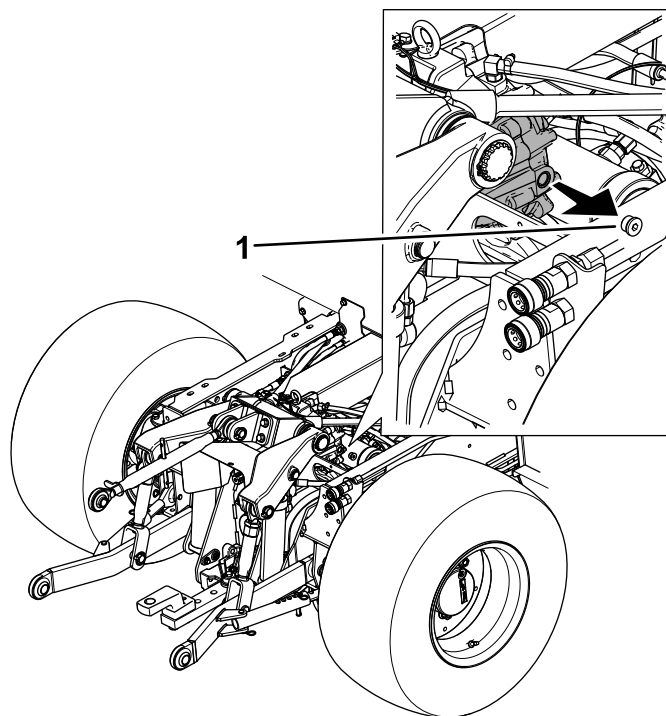

Figure 107
- Retirez le bouchon de l'orifice de contrôle du boîtier d'engrenages de PDF arrière (Figure 107).